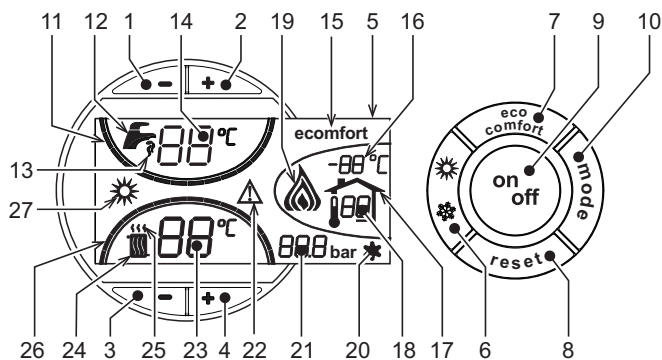
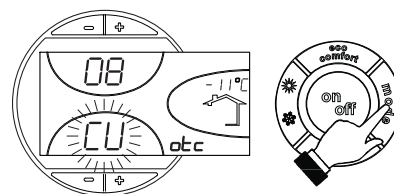
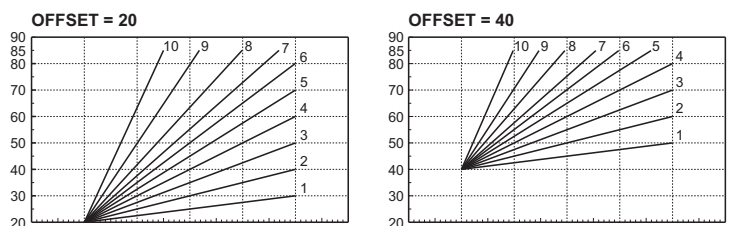

fig. 1 - Controlepaneel
fig. 11 - Kromming stoeklijn
fig. 14 - Voorbeeld van parallelle verplaatsing van de compensatiecurven
Het verzoek om verwarming (door de Omgevingsthermostaat of de Timerafstandsbediening) wordt aangegeven met knipperen van de warme lucht boven de radiator (detail 24 en 25 - fig. 1).
fig. 1 De streepjes die de verwarmingsgraad aangeven (detail 26 -) gaan branden naarmate de temperatuur van de verwarmingssensor de ingestelde waarde dichterbenedert.
Het verzoek om sanitair water (naar aanleiding van gebruik van warm sanitair water) wordt aangegeven met knipperen van het warm water onder de kraan (detail 12 en 13 - fig. 1). Controleer of de functie Comfort geactiveerd is (detail 15 - fig. 1)
De streepjes die de temperatuur van het sanitaire water aangeven (detail 11 - fig. 1) gaan branden naarmate de temperatuur van de sensor van het sanitaire water de ingestelde waarde dichterbenedert.
Wanneer verwarming van de boiler actief is (standaard ingesteld) wordt op het display het symbool COMFORT (detail 15 - fig. 1) geactiveerd; wanneer ze is uitgeschakeld is op het display het symbool ECO (detail 15 - fig. 1) geactiveerd
De gebruiker kan de boiler uitschakelen (modus ECO) door te drukken op de toets eco/comfort (detail 7 - fig. 1). Druk nogmaals op de toets **eco/comfort** (detail 7 - fig. 1) om de modus COMFORT te activeren.
Druk 1 seconde op de toets **on/off** (detail 9 - fig. 1).
Druk nogmaals 1 seconde op de toets **on/off** (detail 9 - fig. 1) om de ketel weer aan te zetten.
Druk 1 seconde op de toets **zomer/winter** (detail 6 - fig. 1).
Op het display wordt het symbool Zomer (detail 27 - fig. 1) actief: de verwarmingsketel levert uitsluitend warm water. Het antivriessysteem blijft actief.
Druk weer 1 seconde op de toets **zomer/winter** (detail 6 - fig. 1) om de modus Zomer te deactiveren.
Bedien de **verwarmingstoetsen** (detail 3 en 4 - fig. 1) om de temperatuur te variëren van minimaal 30 °C tot maximaal 80 °C.
-/+ Bedien de toetsen voor sanitair water fig. 1 (detail 1 en 2 -) om de temperatuur te variëren van minimaal 10°C tot maximaal 65°C.
Wanneer de externe temperatuursonde (optioneel) wordt geïnstalleerd, wordt op het display van het bedieningspaneel (detail 5 - fig. 1) de werkelijke, door de sonde gemeten buitentemperatuur weergegeven. Het regelsysteem van de verwarmingsketel werkt met "Weersafhankelijke Temperatuur". In deze modus wordt de temperatuur van de verwarmingsinstallatie gereguleerd overeenkomstig de externe weersomstandigheden, zodat gedurende het hele jaar verhoogd comfort en energiebesparing wordt gegarandeerd. Namelijk bij toename van de buitentemperatuur wordt de uitgangstemperatuur van de installatie volgens een vastgestelde "compensatiecurve" verlaagd.
Bij regeling met Weersafhankelijke temperatuur wordt de temperatuur die ingesteld is met de verwarmingstoetsen **-/+** (detail 3 en 4 - fig. 1) de maximum uitgangstemperatuur van de installatie. Aanbevolen wordt om de maximumwaarde in te stellen, zodat het systeem bij het regelen gebruik kan maken van het gehele functioneringsbereik.
Door eenmaal op de toets **mode** (detail 10 - fig. 1) te drukken wordt de huidige compensatiecurve (fig. 11) afgebeeld en kan ze gewijzigd worden met de **toetsen sanitair water** (detail 1 en 2 - fig. 1).
Door te drukken op de **verwarmingstoetsen** (detail 3 en 4 - fig. 1) wordt toegang verkregen tot parallelle verplaatsing van de curven (fig. 14), die gewijzigd kan worden met de **toetsen sanitair water** (detail 1 en 2 - fig. 1).
Druk nogmaals op de toets **mode** (detail 10 - fig. 1) om de modus voor afstellen van parallelle verplaatsing van de curven af te sluiten.